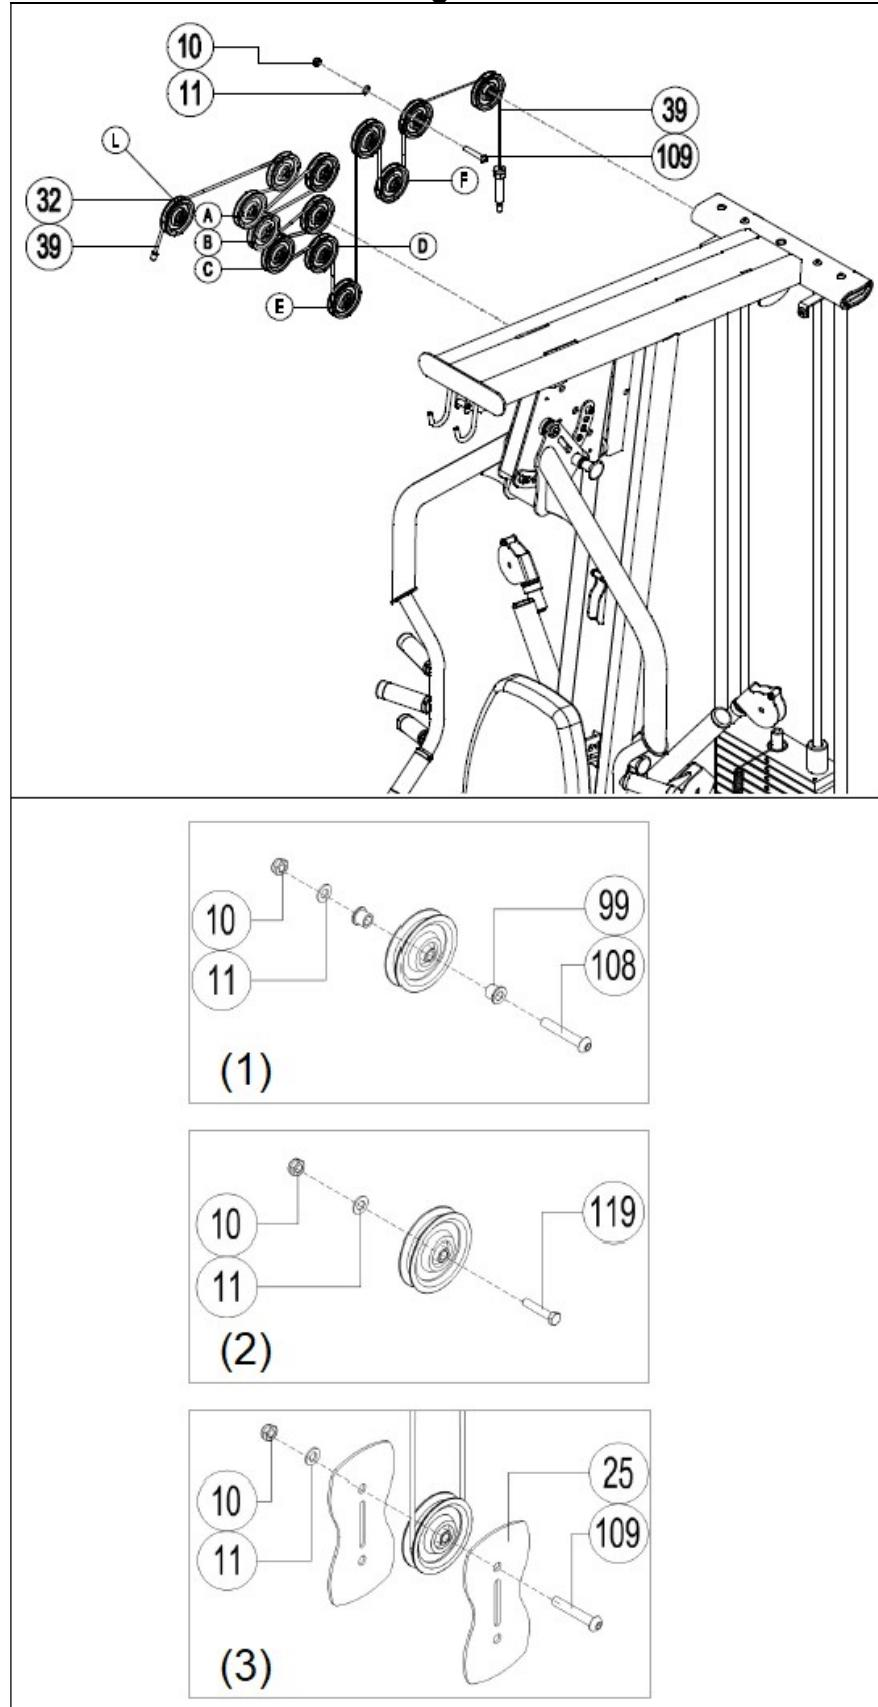

Fig.14
14.- Fije la posición de las poleas (32) en la estructura (96). Atornille usando los tornillos (116), las arandelas (104) y las tuercas (101), Fig.14.